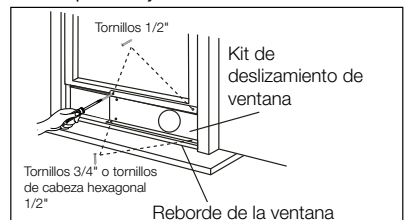

Fig. 15
3. Cierre la ventana de guillotina firmemente contra el kit de deslizamiento. (Fig. 15)
4. Pase dos tornillos de 1/2" para sujetar el kit de deslizamiento a la ventana de guillotina. (Fig. 15)
5. Sujete el kit de deslizamiento de ventana al reborde (Fig. 15):